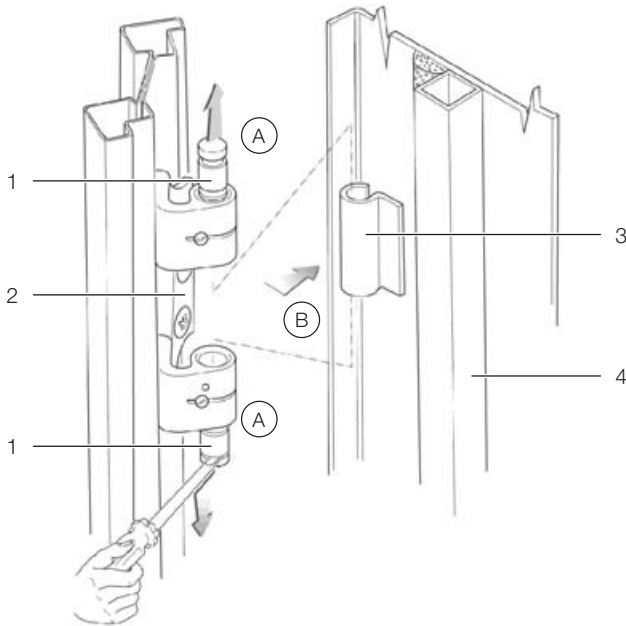

Abb. 16: Türscharnier – Ausbau
- Lösen Sie die Scharnierbolzen an den vier Türscharnieren, indem Sie die Bolzen mit einem geeigneten Werkzeug (z. B. Schraubendreher) anheben, und ziehen Sie die Bolzen bis zum Anschlag aus der Scharnierbolzenaufnahme heraus (Abb. 16, Schritt A). Beginnen Sie mit dem untersten Türscharnier.
- Nehmen Sie die Serverschranktür ab (Abb. 16, Schritt B).